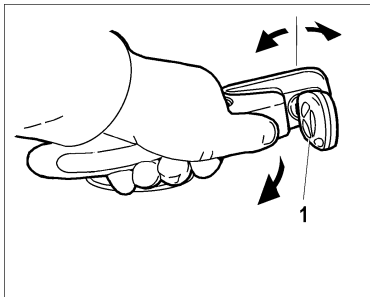
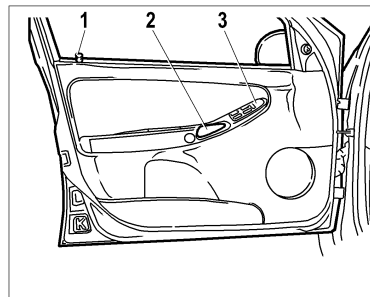

Рис. 3. Открывание двери
Рис. 4. Передняя левая дверь
**Передние двери** блокируются: снаружи – ключом 1 (рис. 3) или пультом дистанционного управления; изнутри – нажатием на кнопку 1 (рис. 4, 5) в двери и **в варианном исполнении** на кнопку  в блоке переключателей (рис. 6а). Блокировать замок можно только при закрытых дверях.